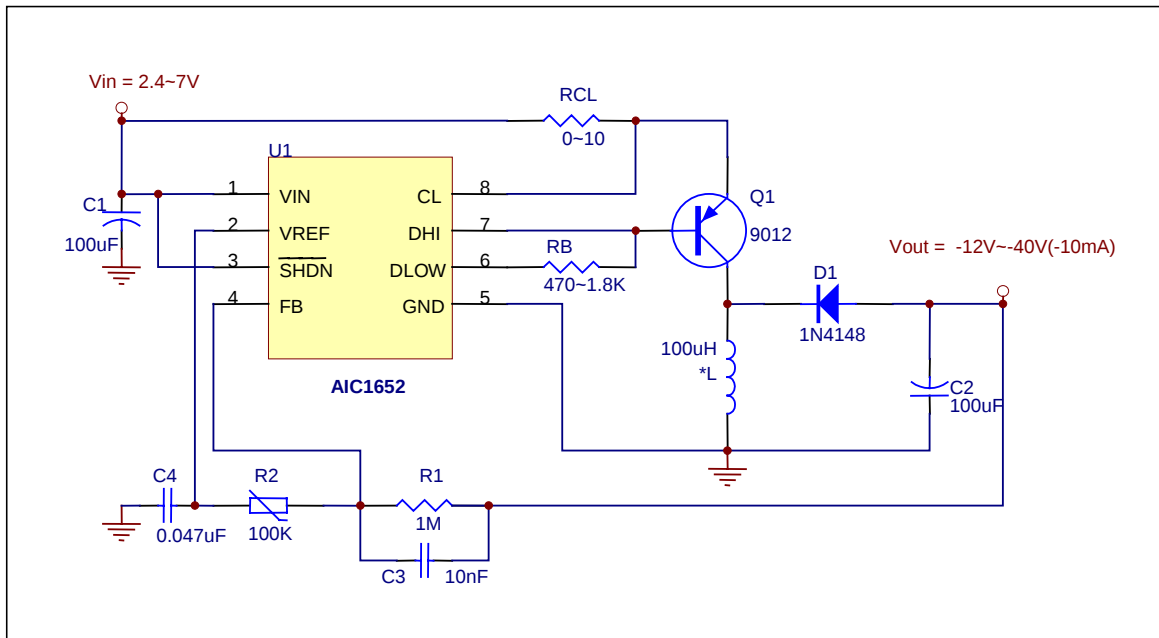

图 B-1C：应用电路图-负压的升压电路
- 5. 图 B-1B 的 VLCD 电压是正的，如果须要的 VLCD 电压是负的，则必须使用别的升压电路。如图 B-1C 就是一负压的升压电路。